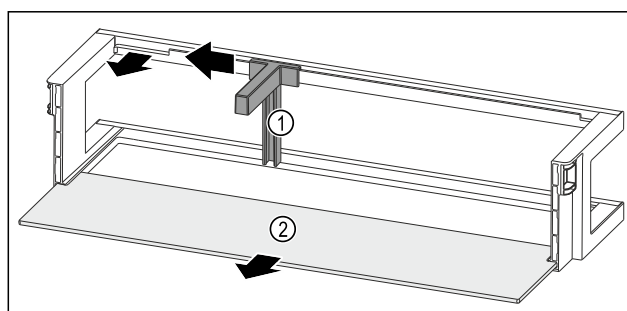

Fig. 181 Balconcino controporta con fermabottiglie e ripiano
- Spingere il fermabottiglie Fig. 181 (1) lateralmente fino all'incavo.
- Rimuovere il fermabottiglie Fig. 181 (1).
- Rimuovere il ripiano Fig. 181 (2).